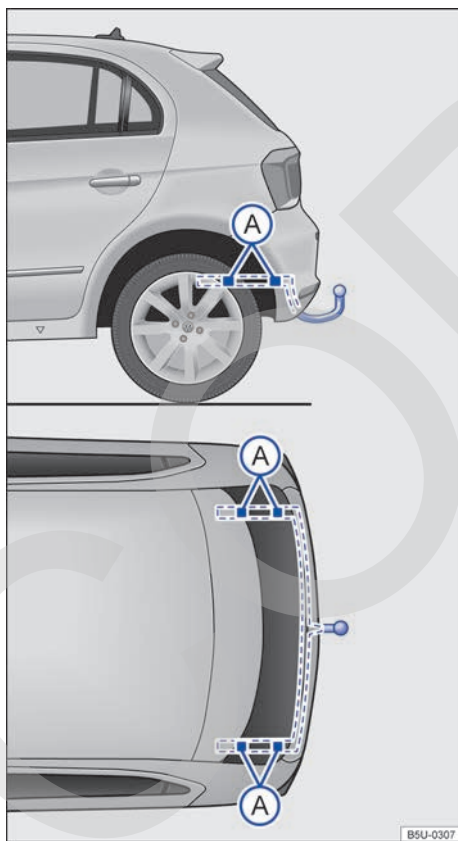

Fig. 76 Puntos de fijación para el montaje posterior de un enganche para remolque.
La figura → fig. 76 ilustra, a modo de ejemplo, el punto de fijación para instalar un dispositivo de remolque del modelo Nuevo Gol 4 puertas. El modelo Nuevo Gol 2 puertas sigue el mismo concepto.
◀ El montaje posterior de un enganche para remolque se deberá realizar siguiendo las instrucciones del respectivo fabricante del enganche, siempre respetando los puntos de fijación indicados en la → fig. 76 (A).